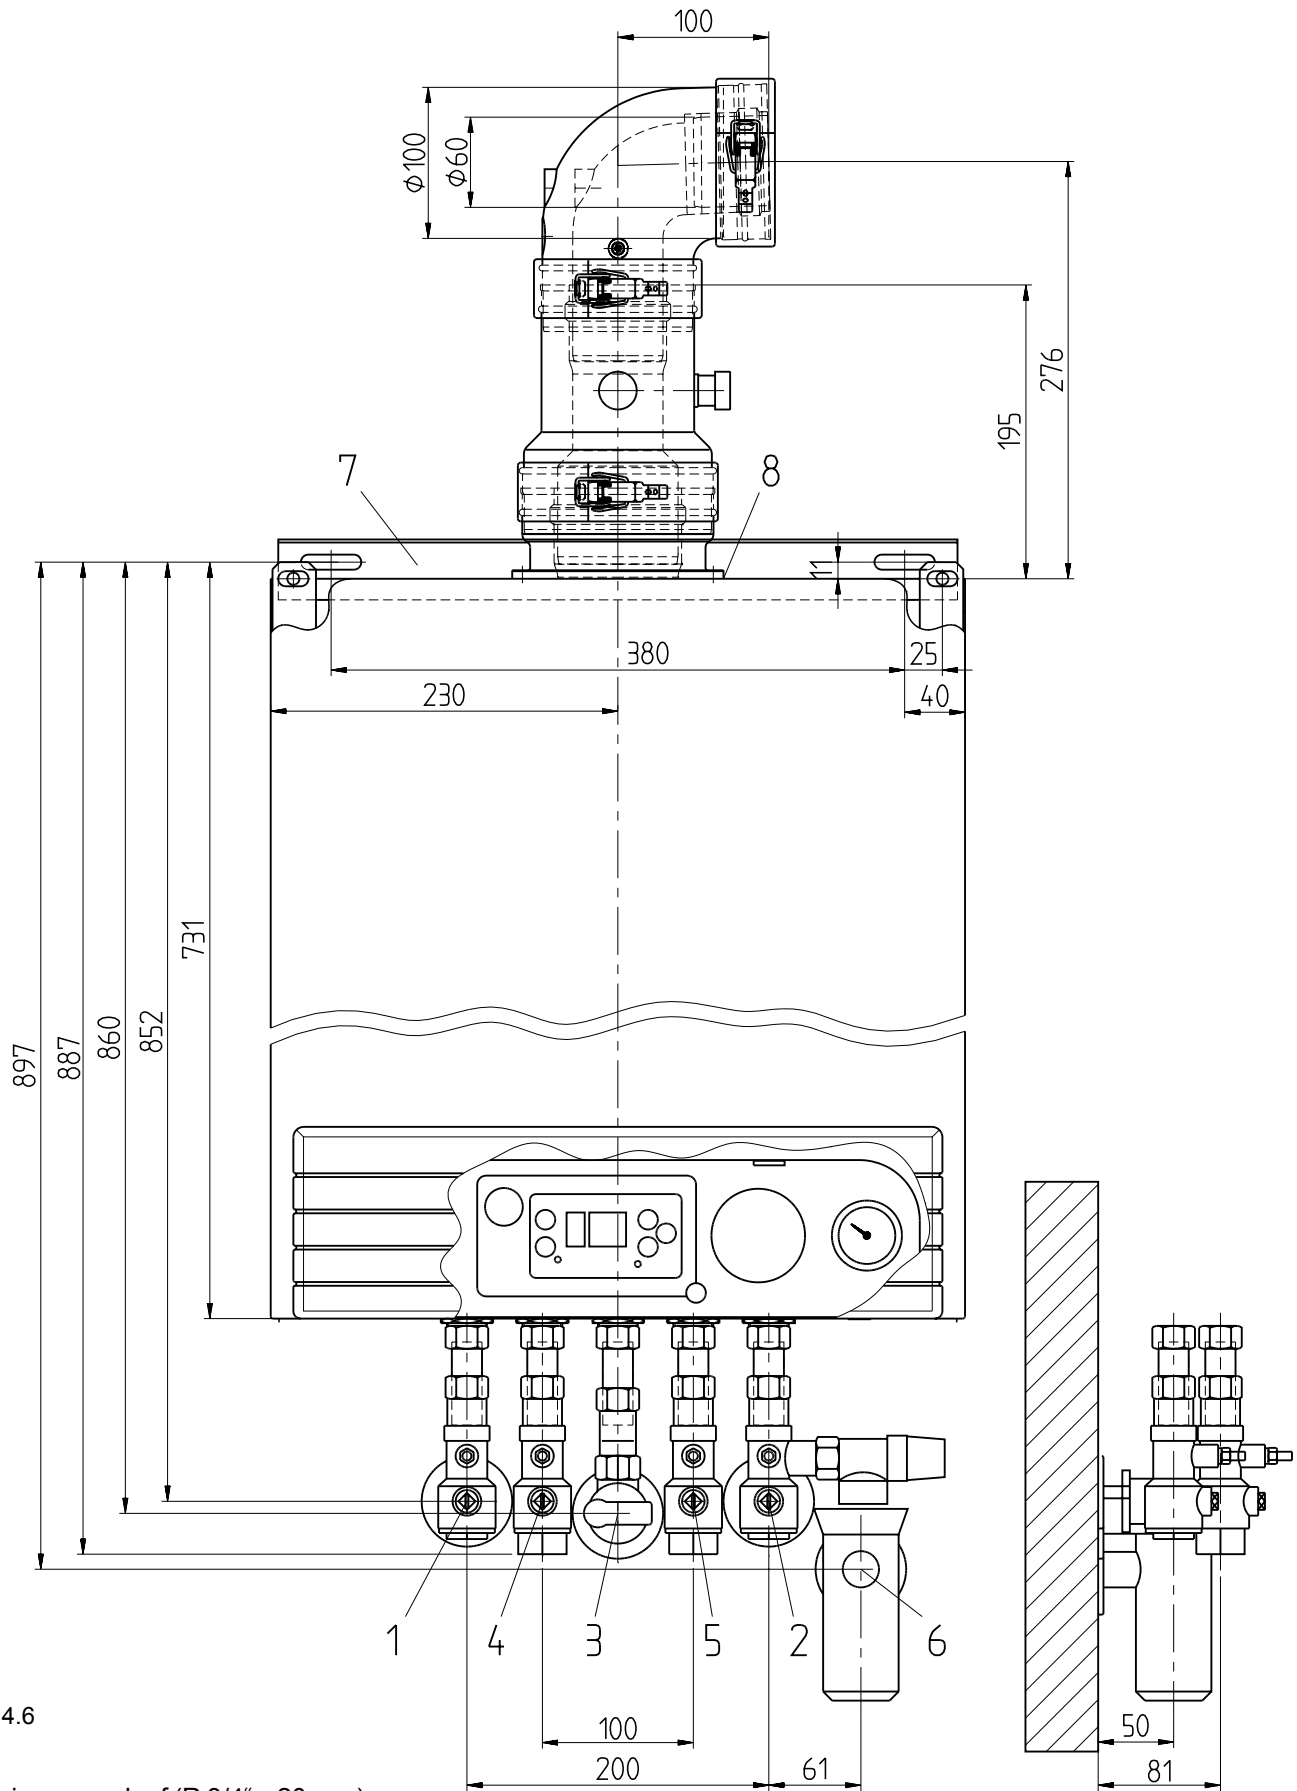

Abb. 4.6
- Bei der Installation der Rohrleitungen und des Rapido-Anschlußzubehöres beachten Sie die Maße in Abb. 4.5 bzw. Abb. 4.6.
- Montieren Sie die Montageschiene entsprechend der Maße in Abb. 4.5 bzw. Abb. 4.6 an die Wand.